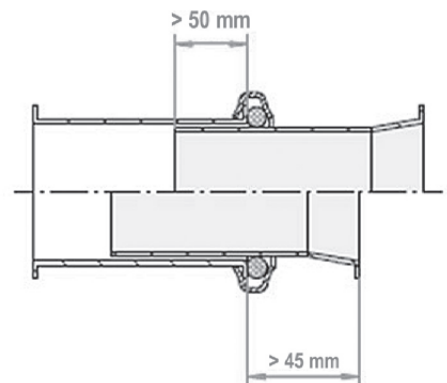

Fig. 197
- ▶ O-Ringdichtung auf das Einschiebe-Rohr rollen, es entsprechend weit in das Normalrohr schieben, O-Ringdichtung bis zum Bördelrand des Normalrohrs zurückrollen und mit Spannring anpressen – Fig. 197.